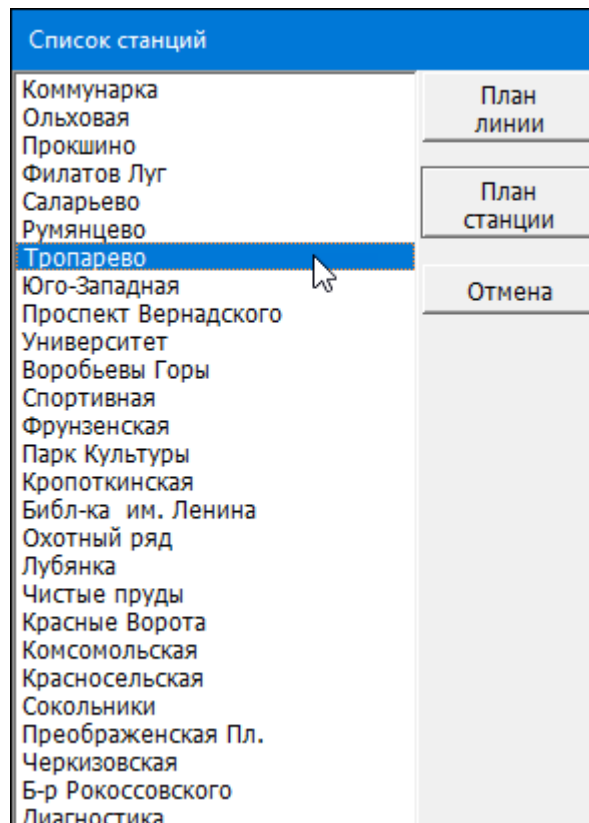

Рис. 2.18 Окно выбора станции
2. Выбор из меню «Вид» (Рис. 2.18). При нажатии кнопки «План линии» отображается план линии на максимально возможном количестве мониторов, и если позволяет количество мониторов, детальный план выбранной станции. Выбор станции двойным щелчком мыши аналогичен выбору станции и нажатию на кнопку «План станции».
2. Однократным нажатием левой клавиши мыши на название выбранной станции (название подсвечено синим цветом), после чего станция выбирается в окне выбора станции (Рис. 2.18).